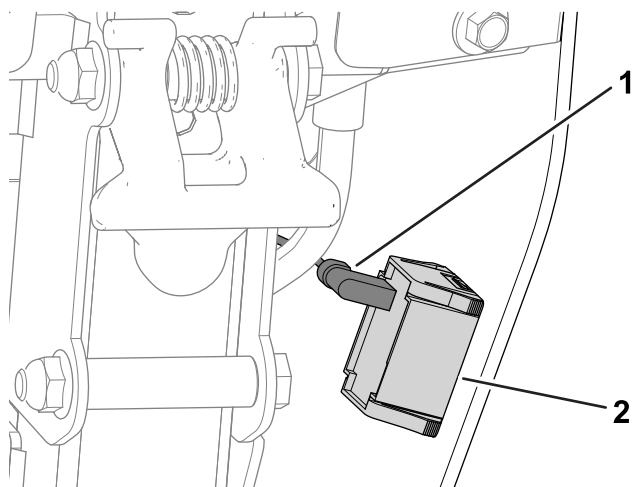

Figura 40
A. Deconectai conectorul cablului de la contorul orar (**Figura 40**).